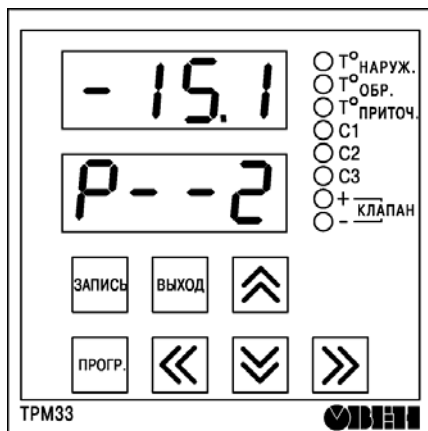

Рисунок 3.1 – Лицевая панель прибора
3.4 На лицевой панели прибора (см. рисунок 3.1) расположены семисегментные и единичные светодиодные индикаторы, служащие для отображения текущей информации о параметрах и режимах работы. Кроме того, здесь же расположены семь кнопок, предназначенных для управления прибором в различных режимах его работы.